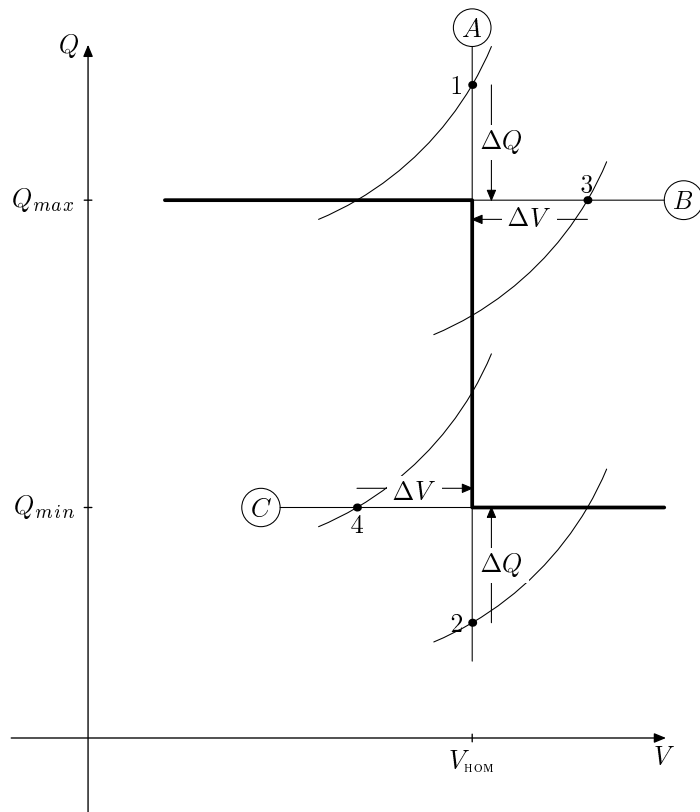
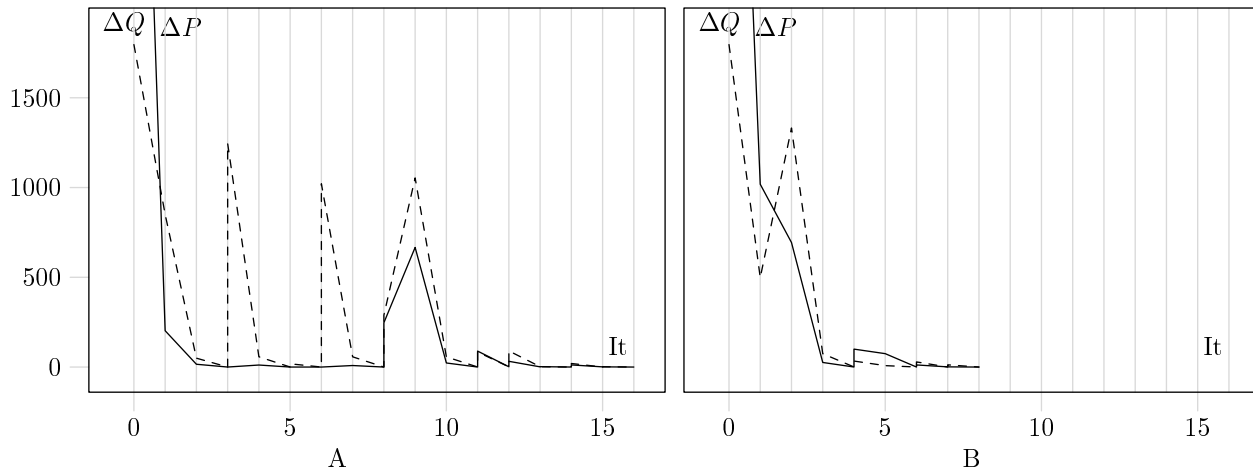

Рис. 2.2. Моделирование зависимости реактивной мощности генератора от напряжения
Рис. 2.3. Графики сходимости: (А)— без использования и (В)— с использованием стартового алгоритма
1. Узел PV –типа $V = V_{ном}$ — прямая А на рис. 2.2.
2. Узел PQ_{max} –типа с заданной реактивной мощностью $Q = Q_{max}$ — прямая В на рис. 2.2.
3. Узел PQ_{min} –типа с заданной реактивной мощностью $Q = Q_{min}$ — прямая С на рис. 2.2.
В зависимости от заданного начального приближения выбирается один из этих трех вариантов поведения узла¹. Затем проводится решение системы нелинейных уравнений (2.1). Полученное решение проверяется на соблюдение ограничений (2.2). В зависимости от текущего типа узла возможны четыре ситуации нарушения ограничений, показанные на рис. 2.2:
Нарушение ограничений в случаях 3 и 4 на рис. 2.2 является опасным для сходимости, поэтому при грубых их нарушениях эти ограничения учитываются сразу после их обнаружения ($PQ_{max} \rightarrow PV$ и $PQ_{min} \rightarrow PV$) в ходе итерационного процесса, не дожидаясь точного решения (2.1). Более того, при очень грубых их нарушениях последняя итерация повторяется заново при измененных типах этих узлов.
В качестве примера на рис. 2.3А показан типичный процесс сходимости без использования стартового алгоритма. Решение начинается с так называемого «плоского старта» — номинальных модулей напряжений и нулевых узлов. Все генераторные узлы выбраны PV -типа. Решение (2.1) выполняется за 3 итерации, затем проверяется соблюдение (2.2), обнаруживаются нарушенные ограничения типа 1 и 2 (рис. 2.2) в 67 узлах, но смена типа производится только $PV \rightarrow PQ_{max}$ и решение (2.1) повторяется. На пятой итерации снова достигается сходимость, и снова появляются нарушенные ограничения типа 1 (в одном узле), на шестой итерации, наконец—то, остаются только нарушенные ограничения типа 2 (в 40 узлах) и производится смена типа $PV \rightarrow PQ_{min}$ для них. После этого избыток реактивной мощности перераспределится на другие узлы и на 8-ой итерации были обнаружены нарушенные ограничения вида 2 и 3¹. На оставшихся итерациях происходит процесс учета небольших во
Для сравнения приведен процесс сходимости той же задачи при использовании стартового алгоритма — рис. 2.3В. На первой итерации работает стартовый алгоритм, в ходе которого улучшается начальное приближение и генераторные узлы распределяются по типам ($PV, PQ_{\max}, PV, PQ_{\min}$). Со второй итерации включается основной метод решения, который после выполнения одной итерации обнаруживает грубо нарушенные ограничения и производит смену типов узлов $PQ_{\max} \rightarrow PV$ в 2-х узлах, что приводит к увеличению небалансов на 3-ей итерации. Несмотря на это, итерационный процесс сходится к решению значительно быстрее, чем без использования стартового алгоритма. Это объясняется тем, что алгоритм в основном угадал распределение генераторных узлов по типам.